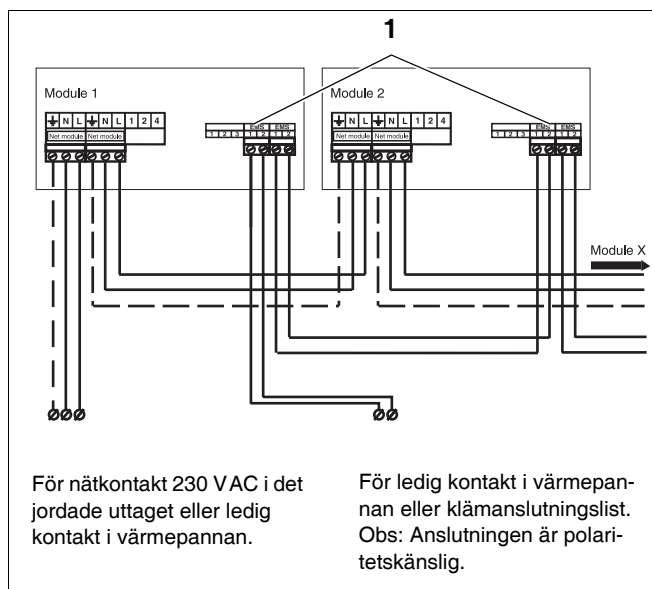
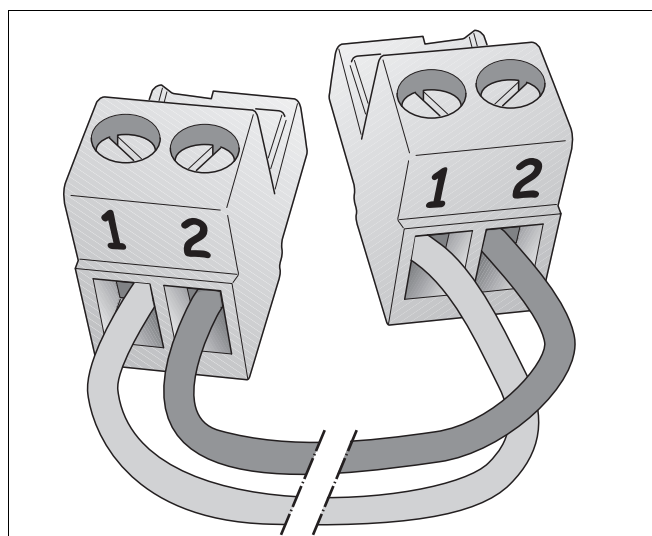
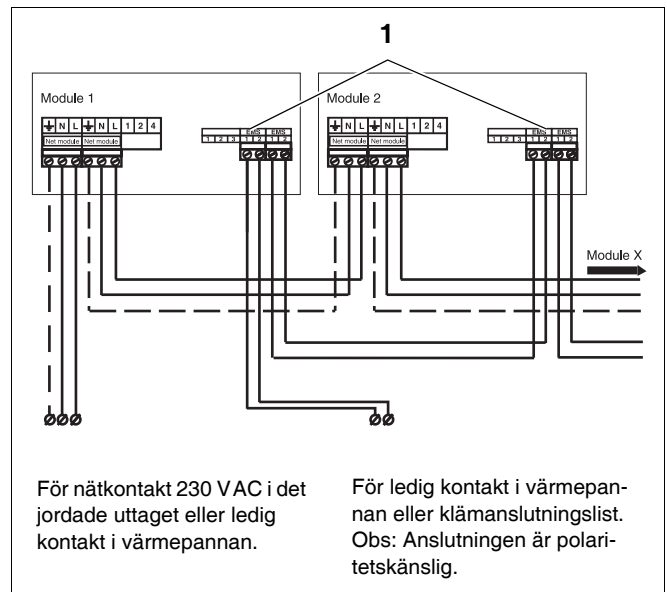

Bild 50 Ansluta flera moduler
Bild 51 Polaritet EMS-buss
Bild 53 Ansluta flera moduler
- Anslut den första modulens 230 VAC-nätkabel till den efterföljande modulen (bild 50).
Ovanför anslutningen på modulen kan bokstäverna RC eller EMS stå (bild 50, pos. 1).
- Om flera moduler används kan EMS-bussanslutningen för den andra modulen avgränsas från den första modulen. Använd här kabeln som levereras med modulen (bild 50 och 51).
- Anslut kabeln från klämma 1 till klämma 1 och från klämma 2 till klämma 2 (bild 50 och bild 51).
- Anslut kabeln från klämma 1 till klämma 1 och från klämma 2 till klämma 2 (bild 51 och bild 53).
- Anslut den andra sidan av EMS-bussens anslutningskabel till den första modulen (bild 53).
- Anslut den första modulens EMS-bussanslutningskabel till den efterföljande modulen (bild 53).
- Anslut 230 VAC-nätkabeln till modulen (bild 53). Om flera moduler används kan 230 VAC-matningen till den efterföljande modulen avgränsas från den föregående modulen med hjälp av kontakten som levereras med modulen och en trepolig strömkabel på 0,75 mm² med skyddskabel.
- Anslut den föregående modulens 230 VAC-matningskabel till den efterföljande modulen (bild 53).